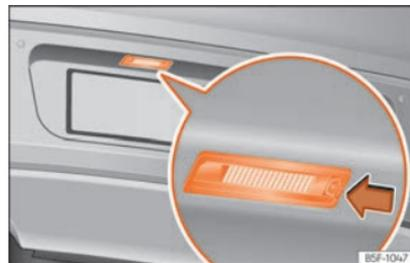

Fig. 63 No para-choques traseiro: luz de matrícula.
- Pressione a patilha da luz de matrícula no sentido da seta »» **Fig. 63**.